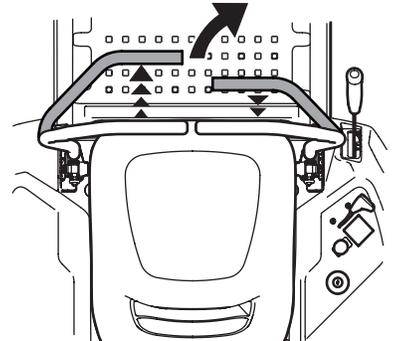

Figura 3-6
2. Para girar a la derecha, mueva la palanca de control derecha hacia atrás respecto de la palanca izquierda. Consulte Figura 3-6.